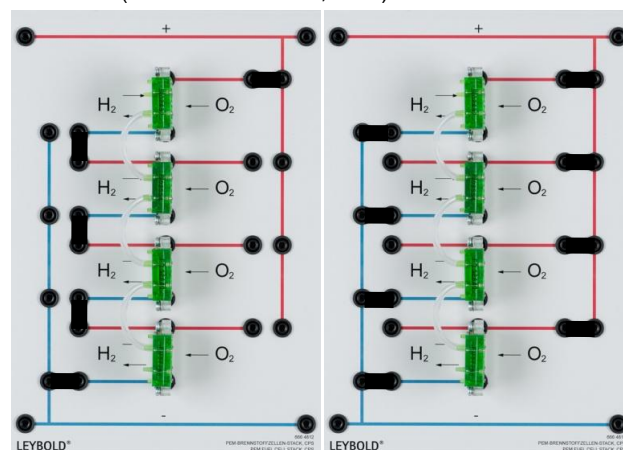

Abb. 3: Links: Serienschaltung, rechts: Parallelschaltung.
1. Jeweils zwei, drei oder vier Zellen in Serie miteinander verbinden (siehe dazu Abb. 3, links).
4. Nun zwei, drei oder vier Brennstoffzellen in Parallelschaltung verbinden (siehe Abb. 3, rechts).